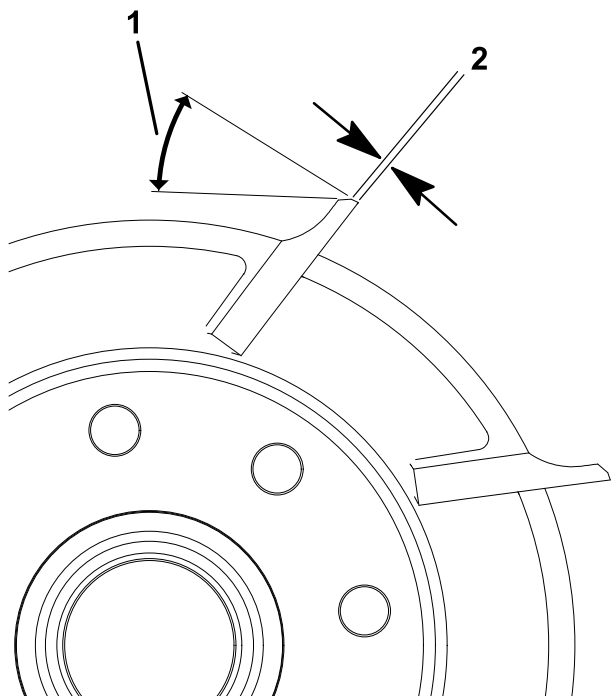

Figura 19
1. Applicate un angolo di spoglia di 30 gradi su tutte le lame dei cilindri in modo da ottenere una larghezza del pieno di 0,76 mm (Figura 19).